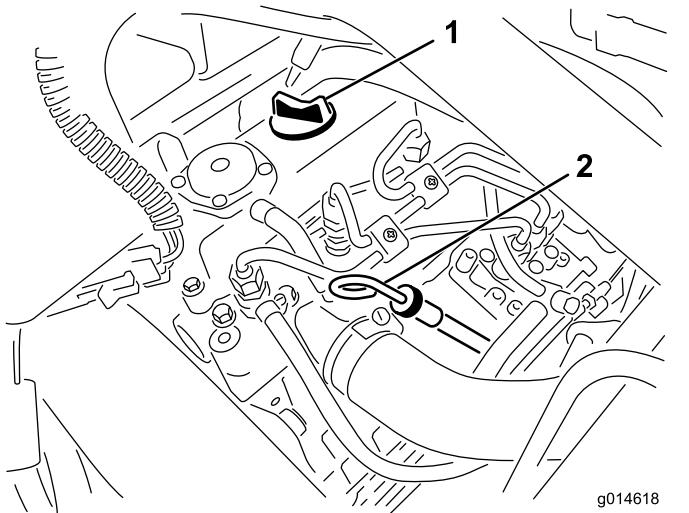

Figura 27
- Retire la varilla y límpiela con un paño limpio (Figura 27).